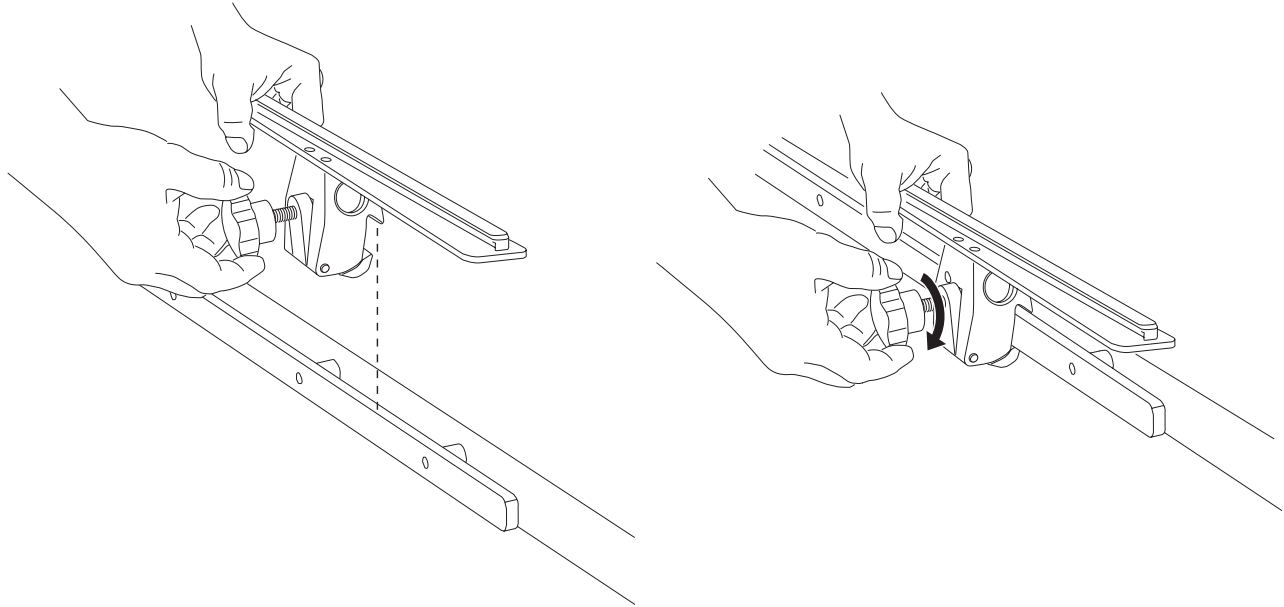

Figura 3-8: Instalación de un soporte de raíl de camilla de NEUWAVE
1. Instale el soporte de raíl de camilla en el raíl de la mesa de cirugía como se muestra en la Figura 3-8.